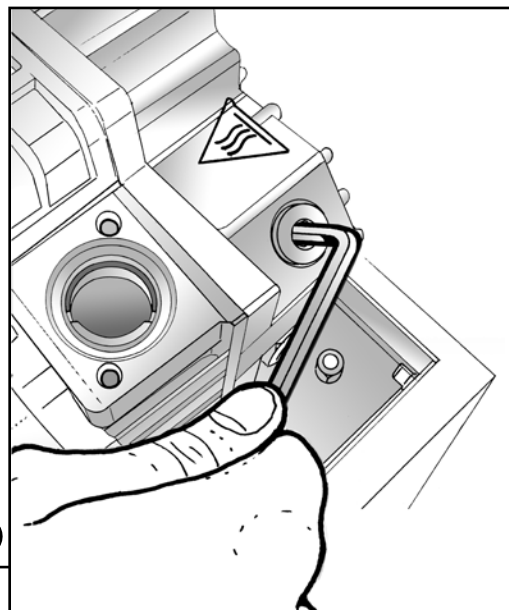

Fig. 13
- 7) Svitare con una chiave esagonale il tappo di carico dell'olio nella parte superiore della pompa (**Fig. 13**).